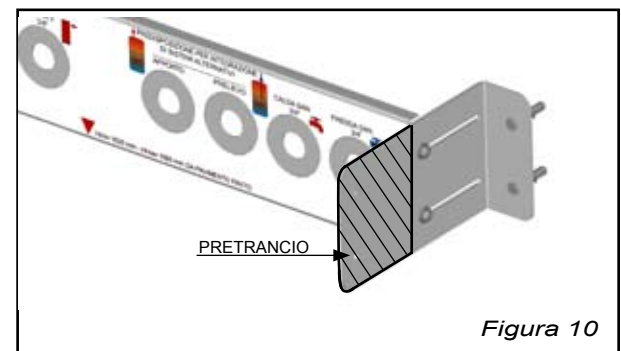

Figura 10
- 2) tubi esterni: per questa particolare applicazione deve essere asportata la parte dell'angolare rappresentato in figura 10.